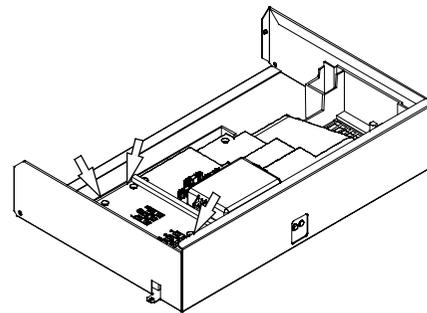

fig. 7.3
- Svitare le viti e rimuovere il coperchio copri morsetteria fig. 7.3